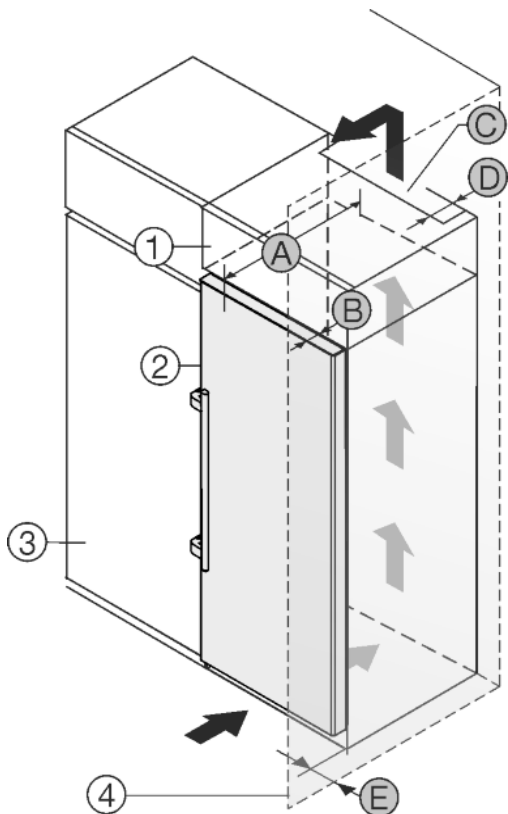

Fig. 24
Spotřebič lze zabudovat do kuchyňských skříní. K vyrovnání spotřebiče Fig. 24 (2) na výšku kuchyňské linky lze na přístroj nasadit nástavec Fig. 24 (1).
Spotřebič lze instalovat přímo vedle kuchyňské skříňky Fig. 24 (3). Aby bylo možné dvířka plně otevřít, musí spotřebič přesahovat o hloubku Fig. 24 (B) vůči přední linii kuchyňské skříňky. V závislosti na hloubce kuchyňských linek a použití vymeřovačů odstupů od stěny může spotřebič vyčnívat dále.
- Na zadní straně skříňky nástavce musí být větrací šachta hluboká alespoň hloubku Fig. 24 (D) mm přes celou šířku nástavce skříňky.
- Pod stropem místnosti musí být dodržen ventilační průřez Fig. 24 (C).
Pokud je spotřebič se závěsy instalován vedle stěny Fig. 24 (4), musí být dodržena vzdálenost Fig. 24 (E) mezi spotřebičem a stěnou. To odpovídá přesahu madla při otevřených dveřích.